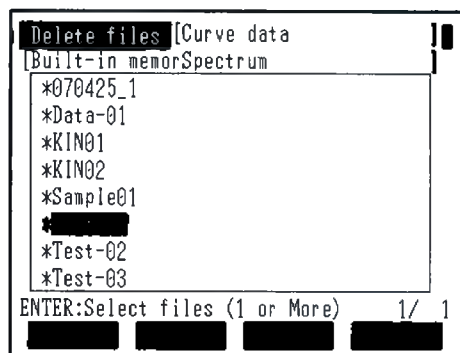

Рис.3.5
- 5 Выделенные файлы удаляются, и вы возвращаетесь к экрану [Delete files] (Рис. 3.5). Затем нажмите клавишу , чтобы сохранить новый файл и вернуться к предыдущему экрану.